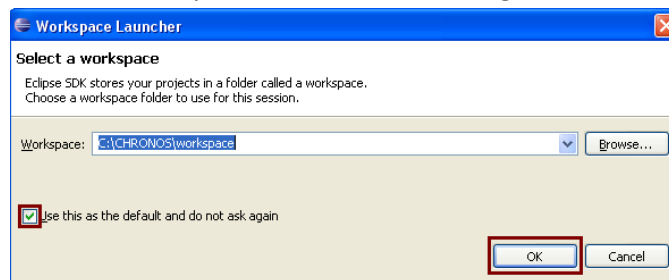

Figura 8: Eligiendo la ubicación del workspace
- Escoger la ubicación del *workspace* teniendo en cuenta la sugerencia suministrada al comienzo del tutorial, y ojalá siendo esta la misma ubicación de los programas instalados anteriormente, tal y como se observa en la figura 8.